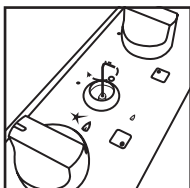

Fig. 2
3. Inserte la llave Allen/Bristol (contenida en el kit de conversión) en el espigo de la válvula y gírelo en el sentido de las manecillas del reloj $\frac{1}{4}$ de vuelta hasta obtener la llama deseada (ver fig. 2). Si el orificio está sellado, inserte la llave en el orificio que está ubicado al lado izquierdo (atravesando la catenaria) y gírelo en el sentido de las manecillas del reloj $\frac{1}{4}$ de vuelta, hasta obtener la llama deseada (no debe ser muy débil pues se puede apagar).